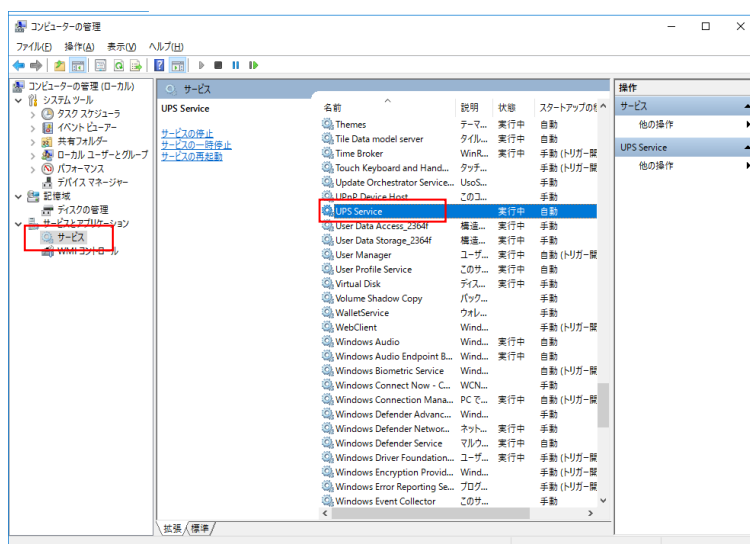

図 2-12-4-1. サービスの一覧
- ① コントロールパネルの「管理ツール」をダブルクリックしコンピューターの管理を開きます。
- ② 「サービス」をクリックし、サービスの一覧を開きます。(図 2-12-4-1)